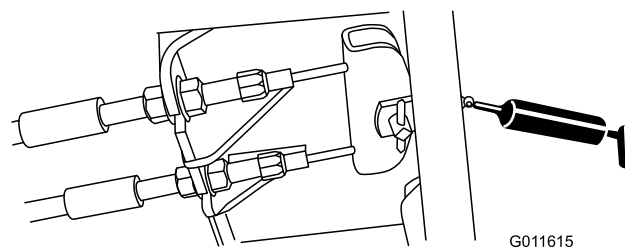

Figura 36
- Pedale del freno (1) (Figura 36)